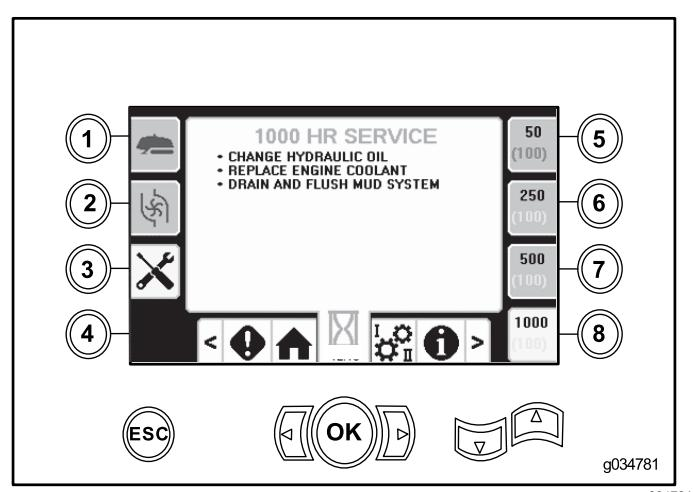

Bild 47
- Taste 8: 1.000 Stunden (Bild 47)